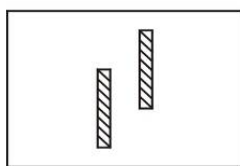

Figura 55
(2) Foria vertical
Gire la perilla de la lente auxiliar ② para configurar el ojo izquierdo en 10ΔI para que las columnas de letras estén completamente separadas. Si el paciente tiene foria vertical, se mostrará como la figura 55. Luego, gire el prisma giratorio hacia el otro ojo, con una escala de 0 horizontal (como se muestra en la figura 57). Gire la perilla de rotación del prisma ⑪ para que no haya diferencia entre el superior y el inferior (ver Fig.56). Luego, la escala del prisma giratorio indica el poder de foria vertical.